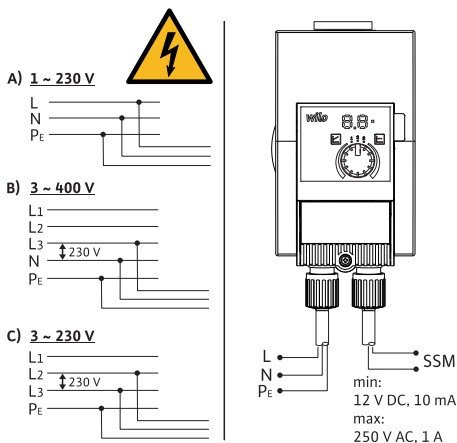

Fig. 3: Варианты подсоединения к электросети
- Подключать к низковольтным сетям 230 В. При подсоединении к сетям IT (конфигурация сети Isol e Terre) обязательно убедиться, что напряжение между фазами (L1–L2, L2–L3, L3–L1 → Fig. 3) не пре-